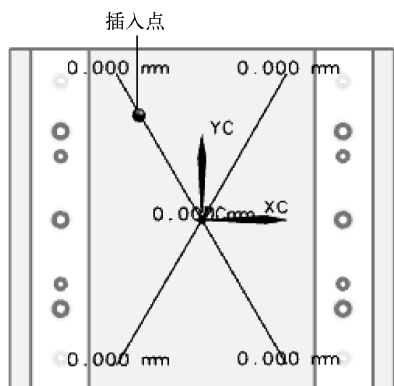

图 10-126 底板上的插入点
(5) 选择底板的上表面，弹出【点构造器】对话框，选择如图 10-126 所示的底板上的适当位置作为插入点，弹出如图 10-114 所示的【位置】对话框。